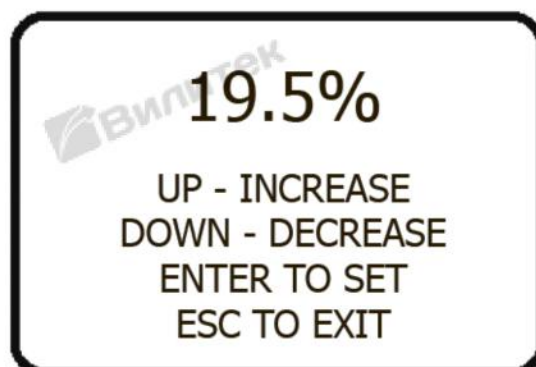

Рис. 14. Экран раздела «ADJUST ALARM».
6. Выберите опцию «ADJUST ALARM» (*Настройка значения*). При этом откроется экран, показанный на рис. 14.